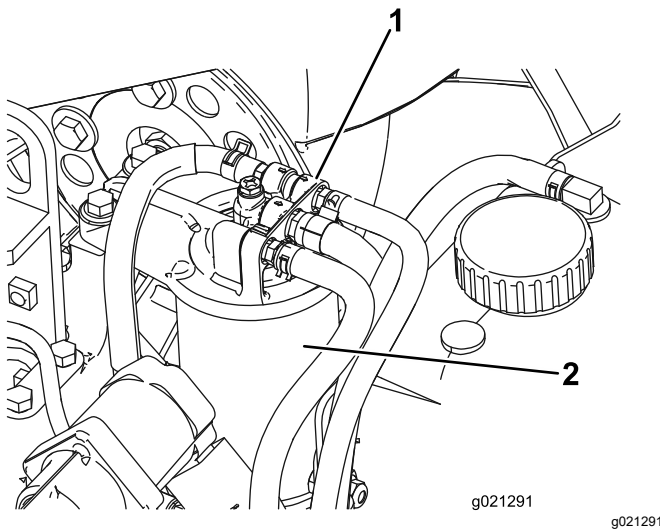

Bild 95
1. Reinigen Sie den Bereich um den Kraftstofffilterkopf (Bild 95).
2. Entfernen Sie den Filter und reinigen die Kontaktfläche (Bild 95).